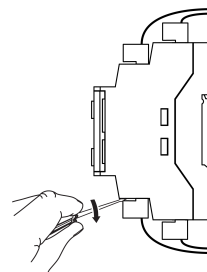

Рисунок 4.2 – Отсоединение съемных частей клемм
- Снять ответные части съемных клеммников (см. *рисунок 4.2*).